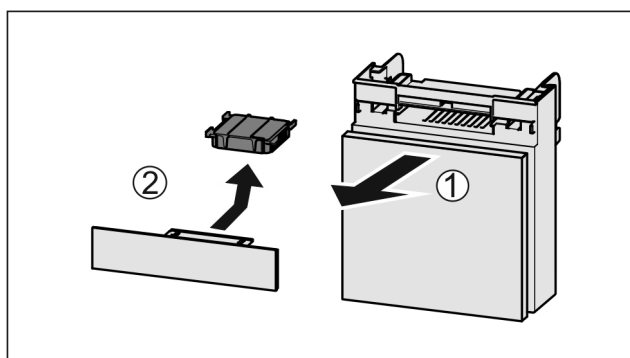

Fig. 128
- Extraire le compartiment par l'avant Fig. 128 (1).
- Sortir le filtre à charbon actif Fig. 128 (2).